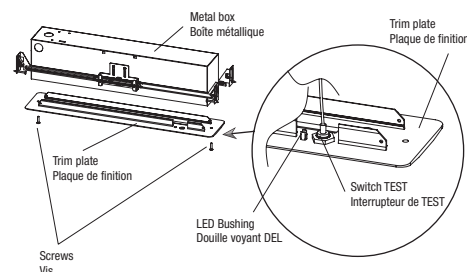

Fig. 3
4. Unscrew the 2 screws of the trim plate and pull out the unit from the metal box (Fig. 3)
6. Unscrew and remove the trim plate from the metal box, if not already done. (Fig. 3).
3. Enlever l'unité de la boîte métallique si l'unité et la boîte métallique sont assemblées. Dévisser les 2 vis de la plaque de finition et retirer l'unité de la boîte métallique (Fig. 3).
5. Dévisser et retirer la plaque de finition de la boîte métallique si ce n'est pas encore fait (Fig. 3).